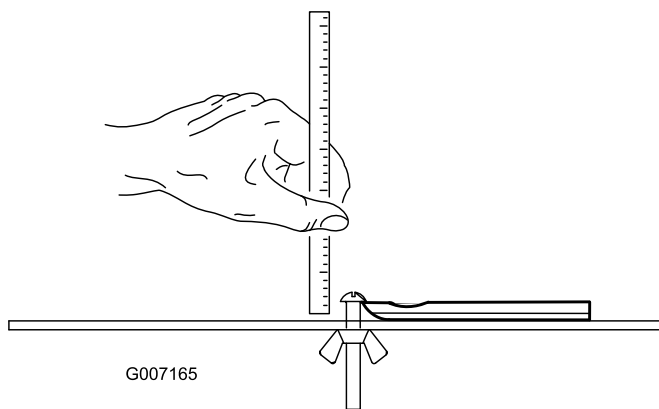

Figure 29
**Remarque:** Toutes les mesures de limite de service renvoient au bas de la contre-lame (Figure 29).